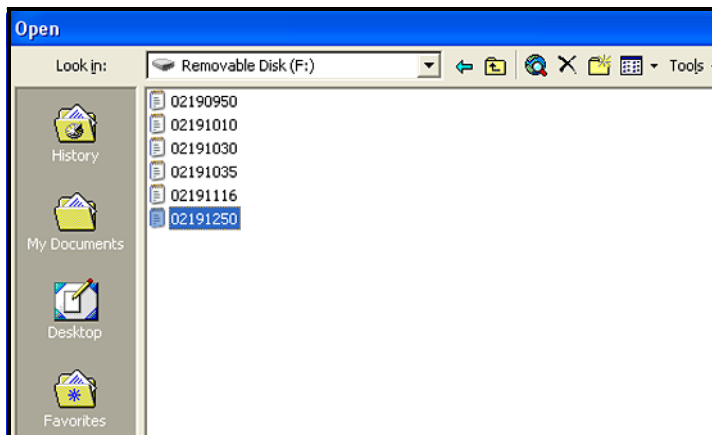

Figure 59: Sélection de l'enregistrement à ouvrir
- Cliquez sur le nom de l'enregistrement souhaité (voir *Figure 59* ci-dessous).